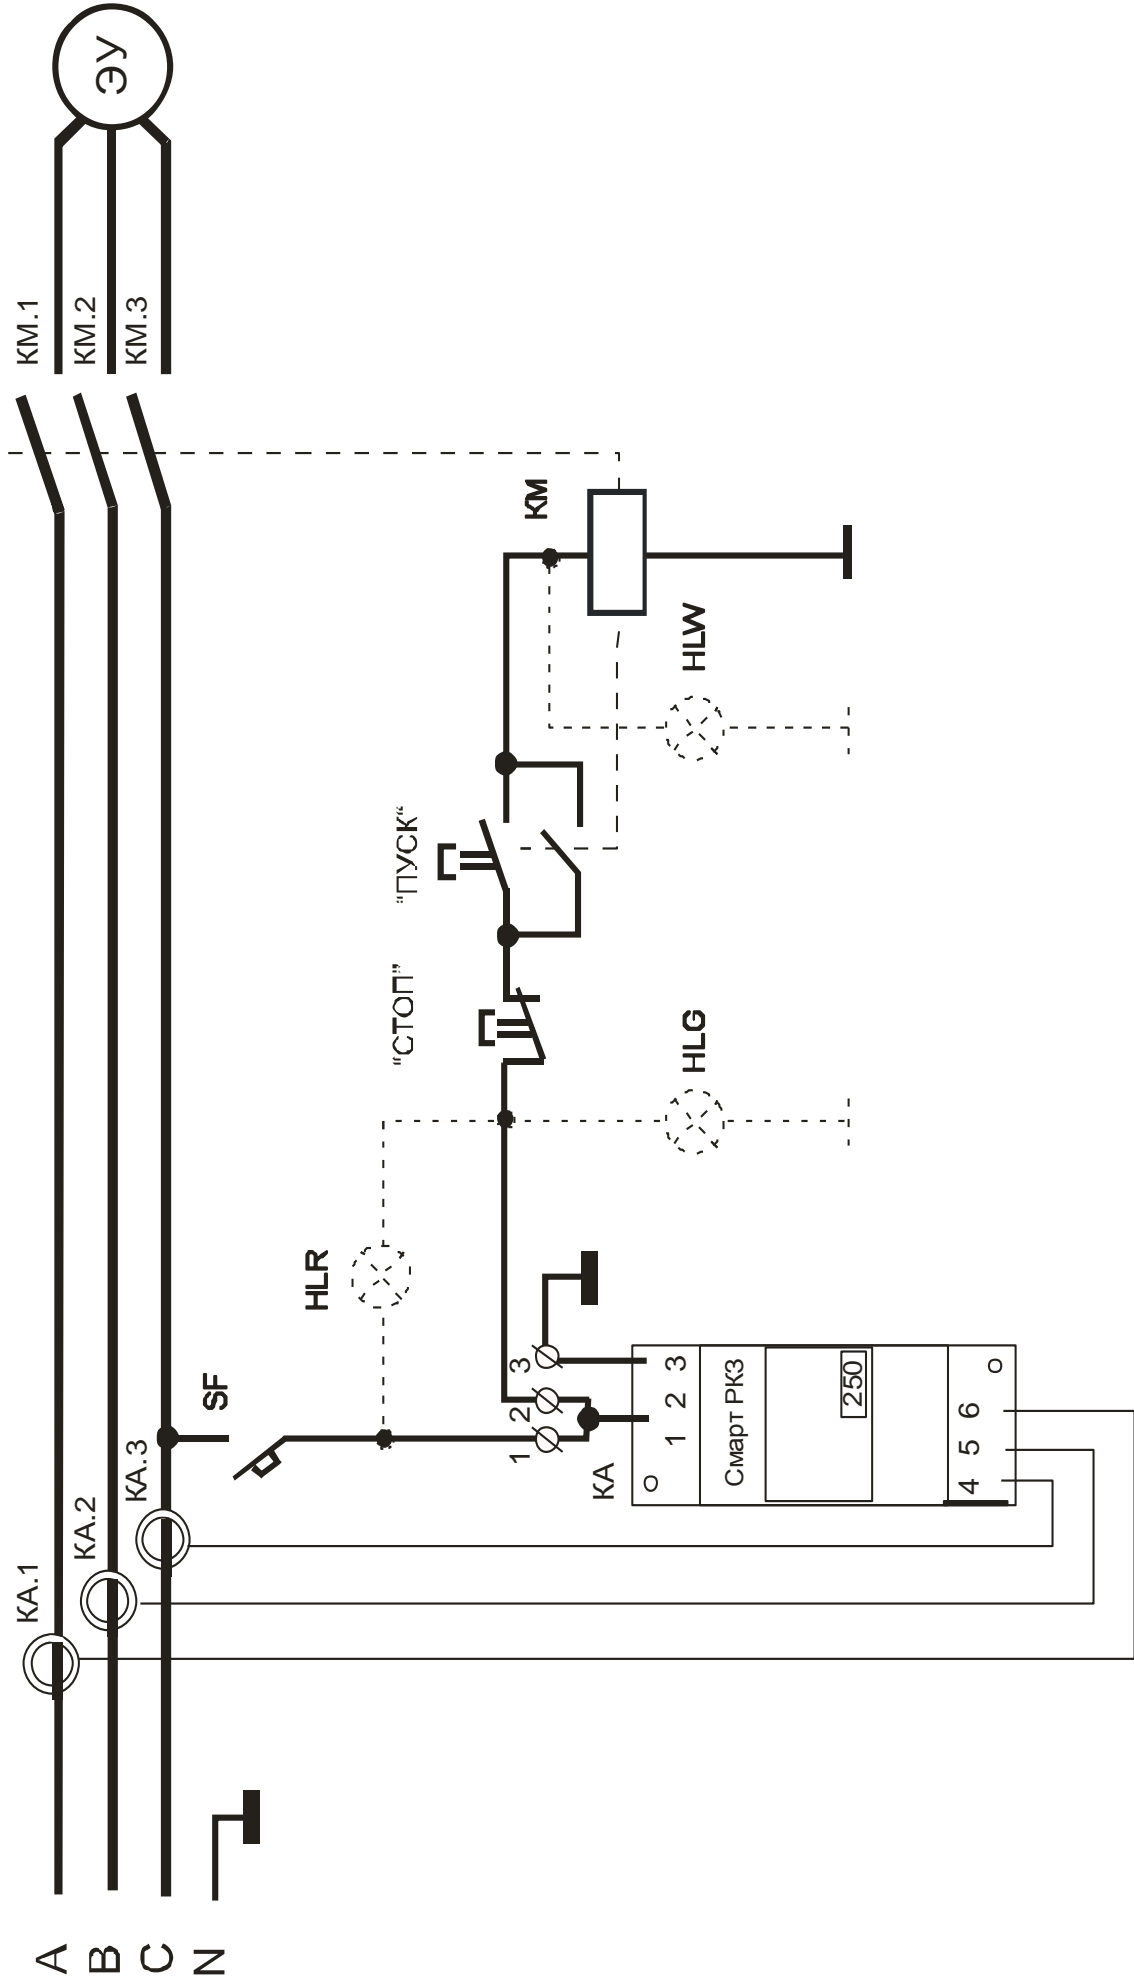

Рисунок 4 - типовая схема включения реле в систему управления электроустановки
5.10 Для организации светосигнальной индикации на щите (панели) управления электроустановки в схему управления (рис. 4) могут устанавливаться сигнальные индикаторы:
7.2 Подключение реле производится в соответствии со схемой, приведенной на рис.4. Возможны другие варианты подключения реле.